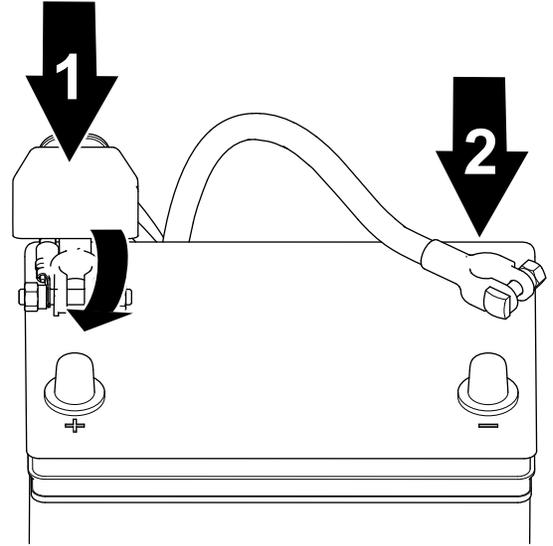

图 42
1. 将正极接线连接到电池拧紧电池夹螺母图 42。
2. 将负极接线连接到电池拧紧电池夹螺母图 42。